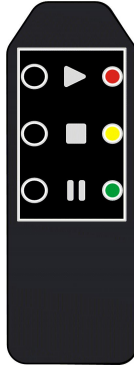

Рисунок 3
1.4.6 Пульт дистанционного управления **10** (далее – ПДУ) (см. рисунок 3) предназначен только для проведения работ по аттестации Прибора (первичной или периодической).